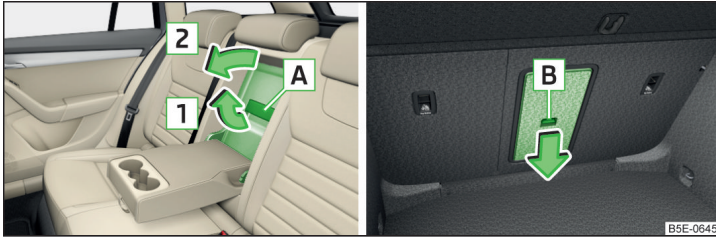

Abb. 110 Deckel öffnen: vom Fahrgastraum aus / vom Gepäckraum aus
- › Den Griff **A** in Pfeilrichtung **1** ziehen und den Deckel in Pfeilrichtung **2** herunterklappen » Abb. 110.
- › Die Armlehne hinten und den Deckel in der Sitzlehne herunterklappen » Abb. 110 auf Seite 98.